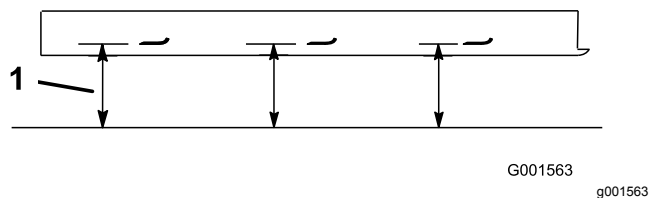

Figura 55
2. Mida desde una superficie nivelada hasta el filo de corte, posición A, de las cuchillas (Figura 55).